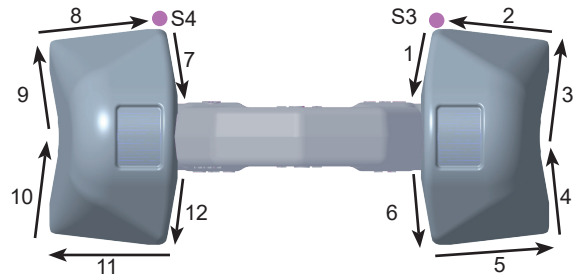

Abb. 2: Schweißreihenfolge Decklage (S = Startpunkt)
- 11 Beginnen Sie am Startpunkt S3 und schweißen Sie in der Folge die Abschnitte 1 - 6 (Abb. 2).